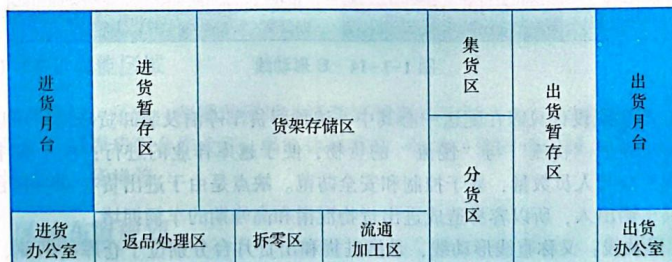

图 1-1-17 S形动线
(4) S形动线：又称锯齿形动线，进货和出货月台位于仓库的两边，如图1-1-17所示。它可以满足多种流通加工等处理工序的需要，且在宽度不足的仓库中作业。